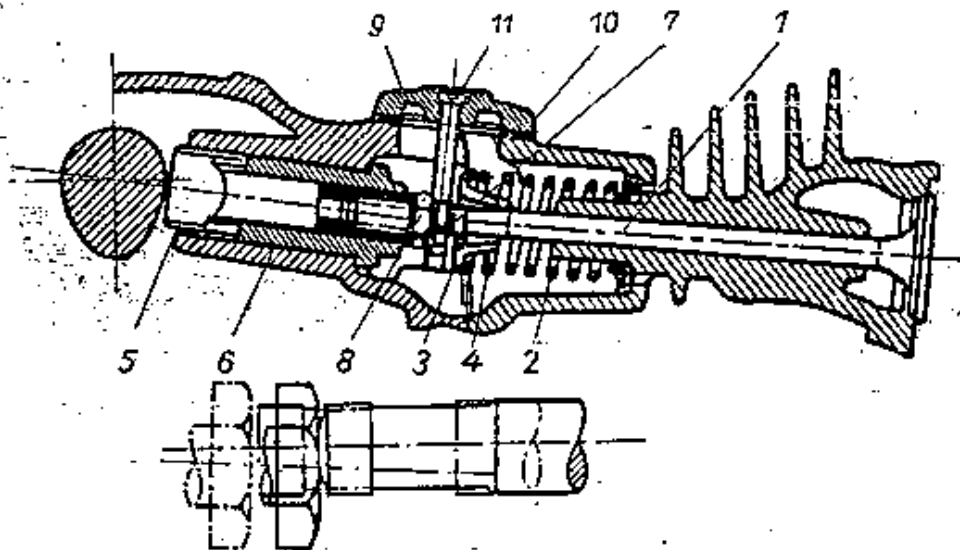

Bild 9
1. Die Schraube 11 (Bild 9) ist zu lösen und der Deckel zusammen mit der Dichtung abzunehmen.